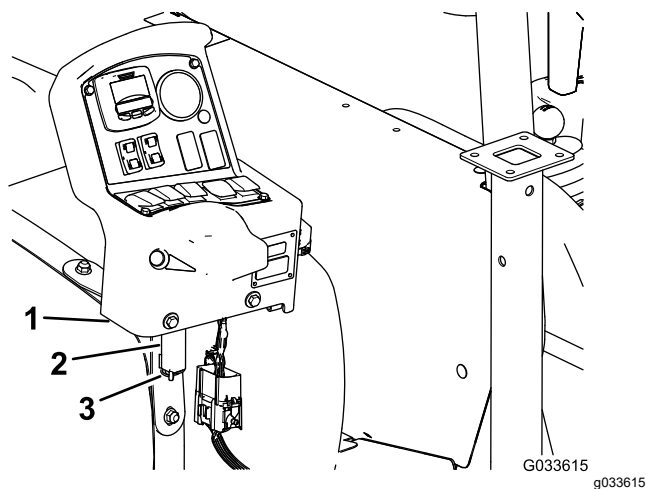

Figura 98
7. Demontai consola de pe suportul de montare a consolei de la bordul mâinii și aliniază fusul de basculare de la consola de comandă cu suportul de depozitare de la chinga frontală a rezervorului (Figura 98); consultai Montarea consolei de comandă la mână \(Pagină 19\).
8. Asamblai consola pe suport și fixezi fusul de basculare pe suport cu tiftul în formă de agrafă (Figura 98).